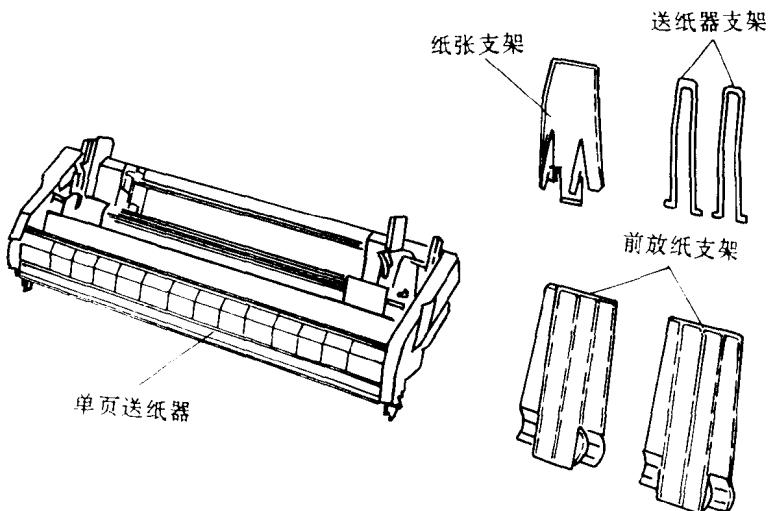

图 1-9 单页送纸器
- 选送纸器：如果选用单页送纸器（见图 1-9），可一次装 150 页单页纸并自动送纸，打印大量单页纸很方便。